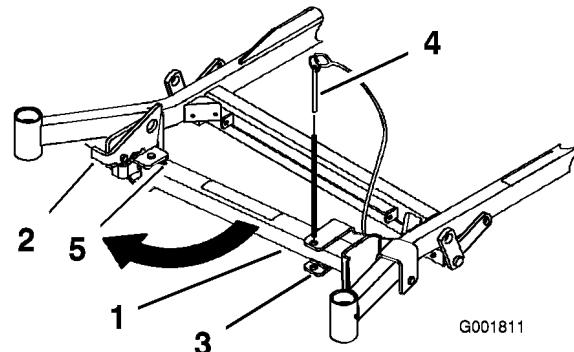
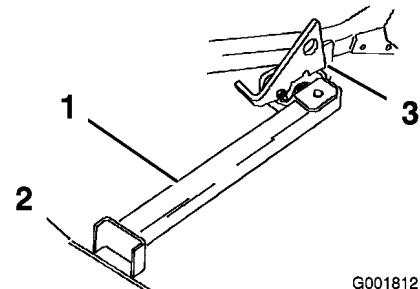

Figure 27
Figure 28
2. Retirez la goupille du support (Figure 27).
3. Soulevez le verrou. Dépliez le pied du support et poussez le support vers la machine dans la base de la fente (Figure 27 et Figure 28).
4. Posez le pied du support sur le sol et appuyez le verrou sur la languette de pivot (Figure 28).
Remarque: Pour obtenir de meilleurs résultats, placez le pied du support dans des fissures du trottoir ou du gazon (Figure 28).
6. Montez la machine sur le support. Arrêtez-vous quand le verrou retombe sur la languette en position verrouillée (Figure 28). Une fois la machine en place sur le support, serrez le frein de stationnement et coupez le moteur.
- Ramenez le support à sa position de repos (Figure 27).